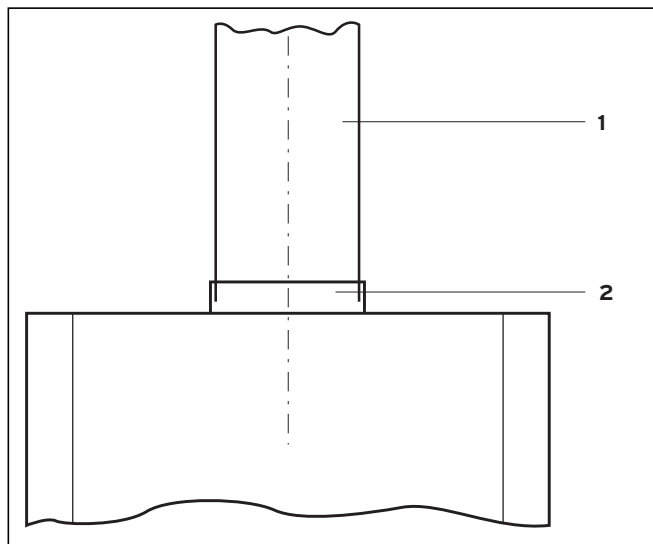

Abb. 5.1 Abgasanschluss
- Setzen Sie das Abgasrohr **(1)** in den Abgasrohranschluss **(2)** an der Strömungssicherung, siehe Abb. 5.1 Abgasanschluss.